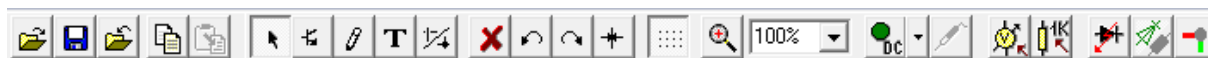

Рис.2.3. Меню команд
4. *Панель инструментов* позволяет выбрать многие команды редактирования: выделение, масштаб, проволоочное соединение и т.д. Рассмотрим наиболее важные команды на панели инструментов. Панель инструментов содержит меню команд (рис.2.3).
множества прочих выбираем PIC16F84A. Перетаскиваем этот микроконтроллер на рабочее поле и собираем схему рис.2.3.